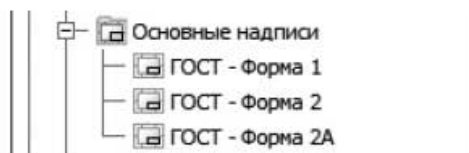

Рис. 9.17. Браузер, раздел Основные надписи
2. В браузере установите в разделе Чертежные ресурсы ► Основные надписи ► Форма 2 (рис. 9.17).